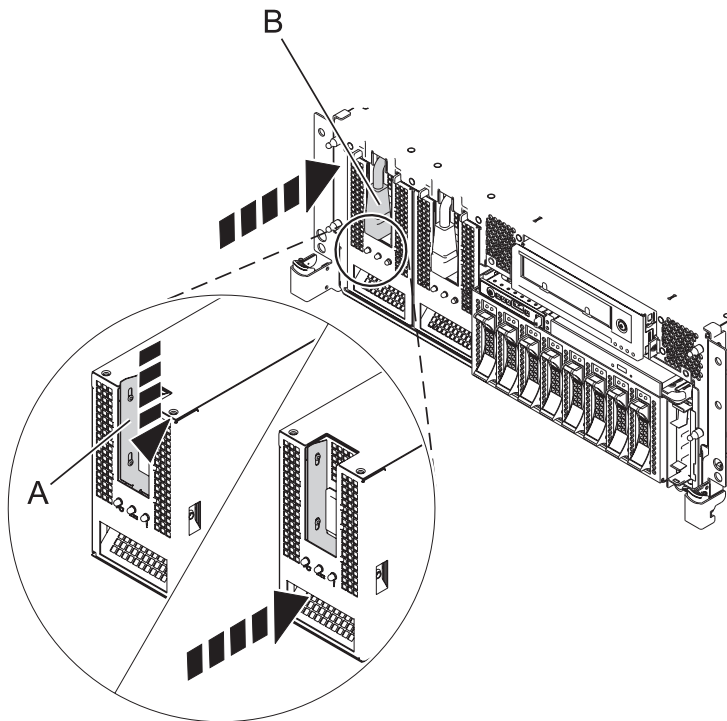

Figure 4. Remplacement d'une alimentation électrique
- Faites rentrer l'alimentation électrique (**A**) jusqu'à ce que le taquet de verrouillage s'emboîte dans son logement comme indiqué à la figure 4.